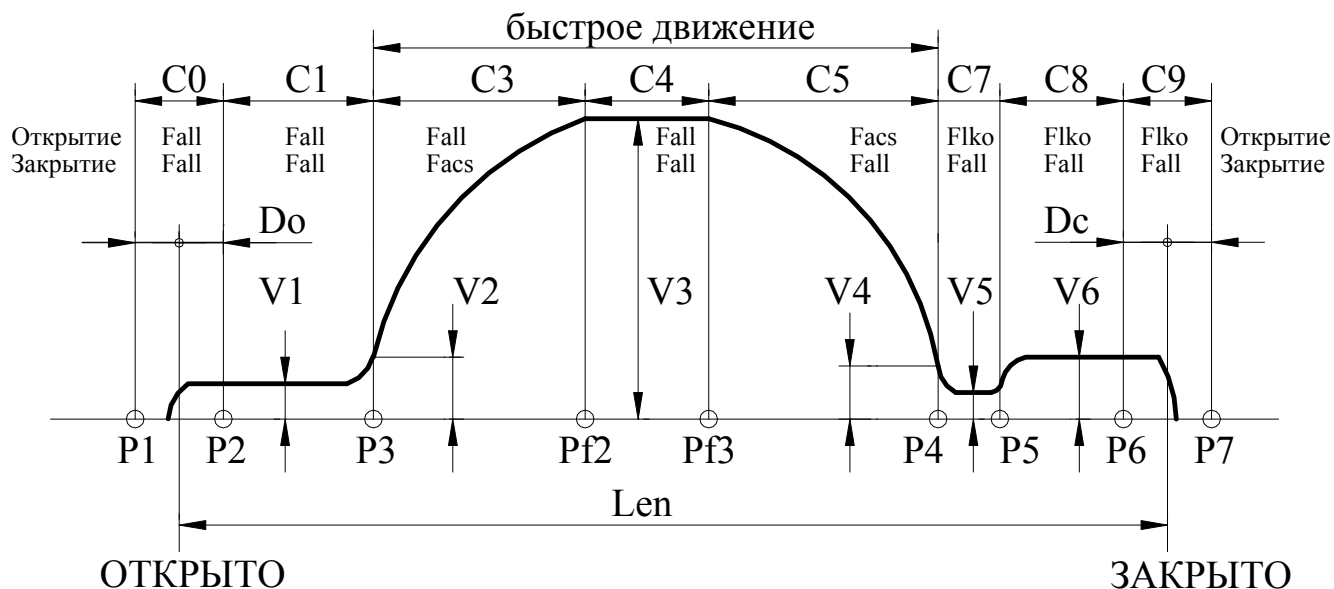

Рис.4. Траектория движения.
- **C.Err** – участок движения (рис.4), на котором произошла ошибка при наличии синхронизации, C_err=11 при отсутствии синхронизации.
- **E0L** – переезд зоны полного открытия (**C0, рис.4**) или полного закрытия (**C9, рис.4**). *Синхронизация* в этом случае выключается. Ошибка сбрасывается при смене кода направления движения. При повторном неоднократном возникновении данной ошибки нужно провести **измерение проема**, если затем эта ошибка все равно будет возникать, необходимо проверить механику привода.
3.6.1. Рис.4, на котором показана траектория движения, отслеживаемая БУАД, поясняет назначение многих параметров, рассмотренных ниже. На рис.4 отображено также распределение сил на участках траектории отдельно при открытии и при закрытии (при переходе в режим удержания устанавливается соответствующая сила удержания).
- Если Var_sl=1, то точка препятствия запоминается и происходит замедление скорости движения при подходе к точке препятствия до $Vbar$. При отсутствии препятствия в том же месте, дальнейшее движение происходит по кривой, указанной на **рис.4**.
3.6.5.14. **Номер D** – C_vko (мм) – дополнительное смещение точки **P2** (**рис.4**) для расширения диапазона удержания сигнала ВКО.
3.6.5.15. **Номер E** – C_vkz (мм) – дополнительное смещение точки **P6** (**рис.4**) для расширения диапазона удержания сигнала ВКЗ.